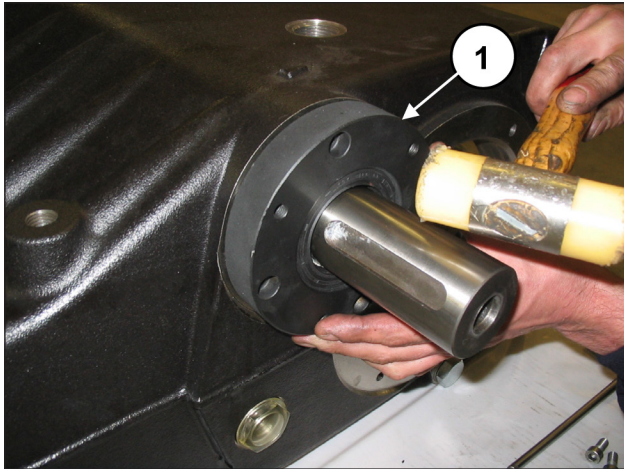
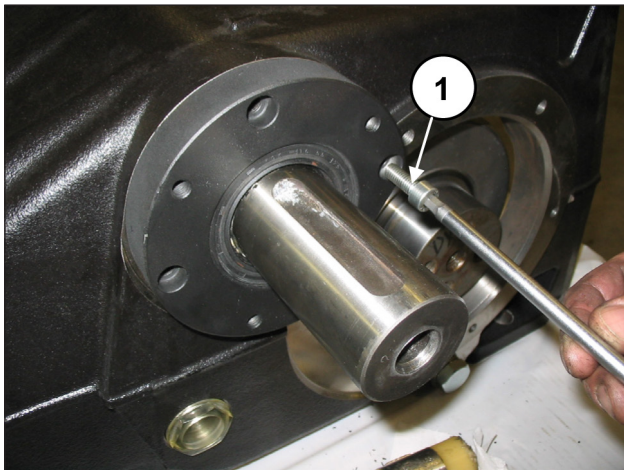

Abb. 67
Abb. 68
Montieren Sie einen ersten Zapfwellen-Lagerdeckel (rechts oder links) samt Ölabbstreifring an das Pumpengehäuse mithilfe des Werkzeugs Art.27539500 (Pos. ①, Abb. 67) und befestigen Sie den Deckel anhand von 4 Schrauben M8x30 (Pos. ①, Abb. 68).
Bauen Sie den fehlenden Zapfwellen-Lagerdeckel auf das Pumpengehäuse an (Pos. ①, Abb. 67) und befestigen Sie den Deckel anhand von 4 Schrauben M8x30 (Pos. ①, Abb. 68).